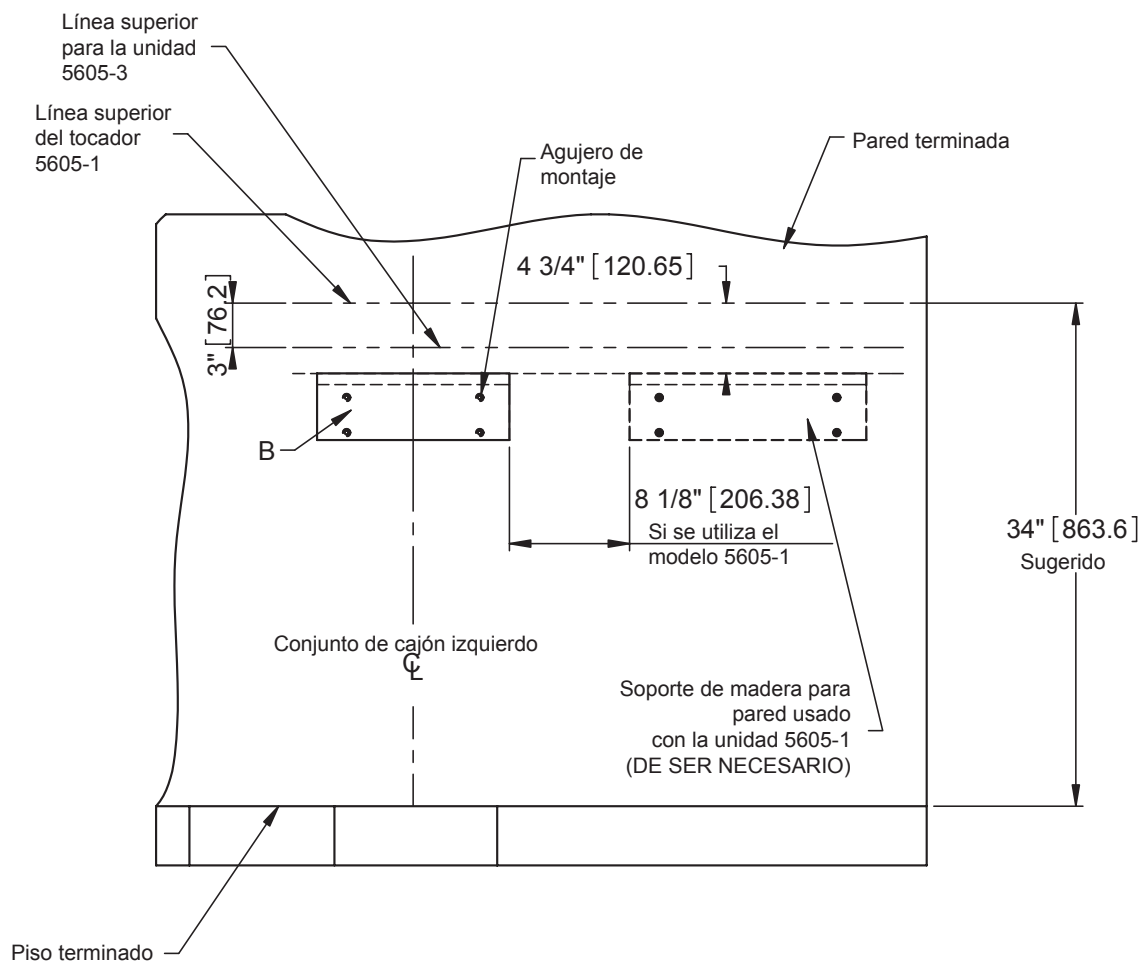

Figura 1
- Tome la medida del piso y utilice un nivel para dibujar una línea derecha para el **soporte de instalación para la pared (B)**.
- Sostenga temporalmente el **soporte de instalación para pared (B)** en la ubicación deseada y marque la ubicación de los agujeros para los **anclajes (C)**.
- Vea la **figura 1** para determinar las medidas de montaje.
- **SI UTILIZA LA UNIDAD 5605-1, CONSULTE LA FIGURA 1 PARA OBTENER LAS MEDIDAS PARA LA INSTALACIÓN DEL SOPORTE DE MADERA PARA PARED.**